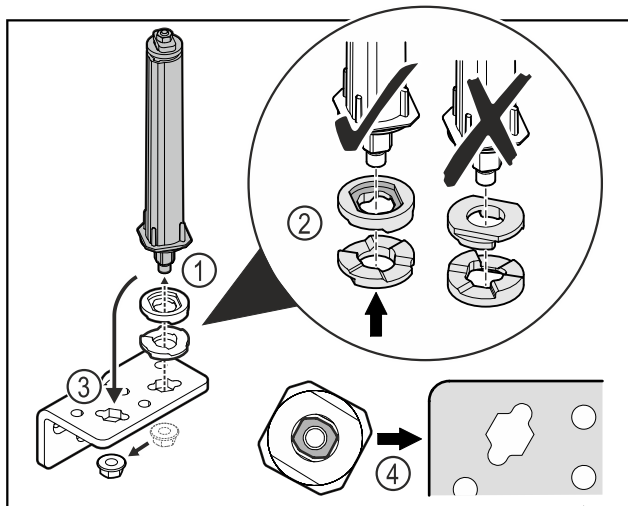

Fig. 42
- Aflojar la tuerca y retirar el sistema de bloqueo de la puerta Fig. 42 (1).
- Tener en cuenta la orientación correcta de las arandelas de ajuste de altura Fig. 42 (2).
- Cambiar la posición del sistema de cierre de la puerta en la escuadra de bisagra y fijar con la tuerca Fig. 42 (3).
- Tener en cuenta la orientación correcta del sistema de cierre de la puerta al insertarlo Fig. 42 (4).